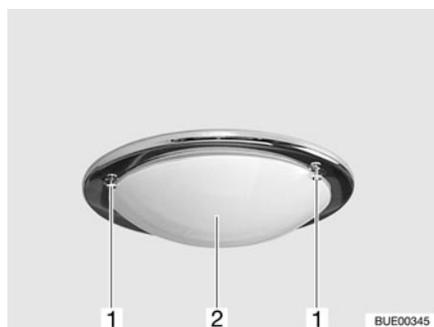

Fig. 247 Lámpara de techo
- Soltar los tornillos (Fig. 247,1) y quitar la cubierta de vidrio (Fig. 247,2) con precaución.